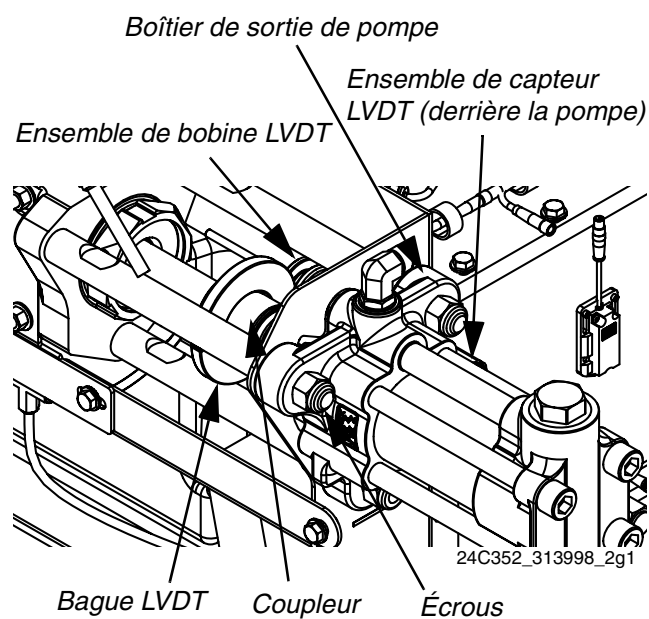

FIG. 2
7. Retirez les deux boulons à épaulement de la bague LVDT puis retirez la bague de l'axe de pompe côté B. Consultez la FIG. 2.
8. Retirez le coupleur des axes de pompe côté A et B. Consultez la FIG. 2.
9. Dévissez l'ensemble de capteur LVDT et l'ensemble de bobine du boîtier de sortie de pompe. Essuyez l'ensemble de bobine. Consultez la FIG. 2.
10. Retirez les trois écrous fixant la pompe sur les barres d'accouplement. Consultez la FIG. 2.